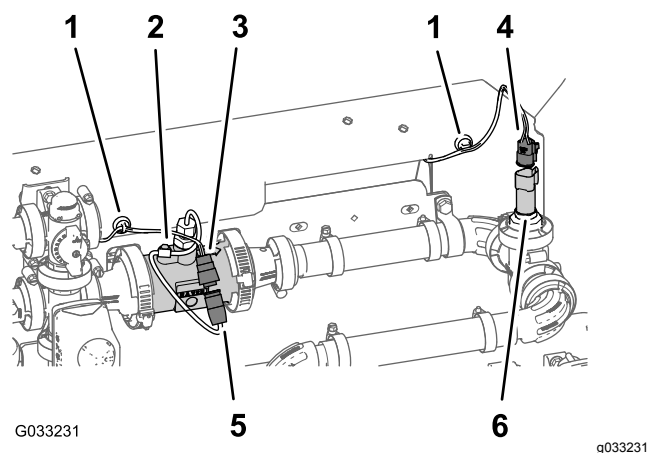

図 101
1. 203cm の枝線の、Flow Meter というラベルと Pressure Transducer というラベルの付いたコネクタを、マニホールドマウントの後方へ導く 図 101。
2. 203cm の枝線のフローメータ用の3ソケットコネクタラベルなしを、フローメータ用ハーネスの3ピンコネクタに接続する 図 101。
3. 203cm の枝線のフローメータ用の **Pressure Transducer** ラベル付きの3ソケットコネクタを、水圧トランスデューサテライトの3ピンコネクタに接続する 図 101。
4. フローメータと水圧トランスデューサ用のワイヤハーネスの磁石式アンカーを、マニホルドマウントの表面に取り付ける 図 101。